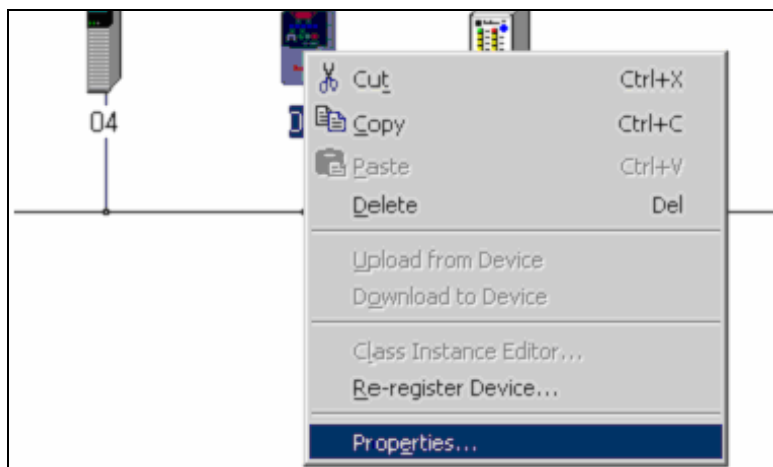

图 3-38 查看 PowerFlex 40 属性页
19. 鼠标右击 PowerFlex 40 图标，选择 Properties（属性），如图 3-38 所示。